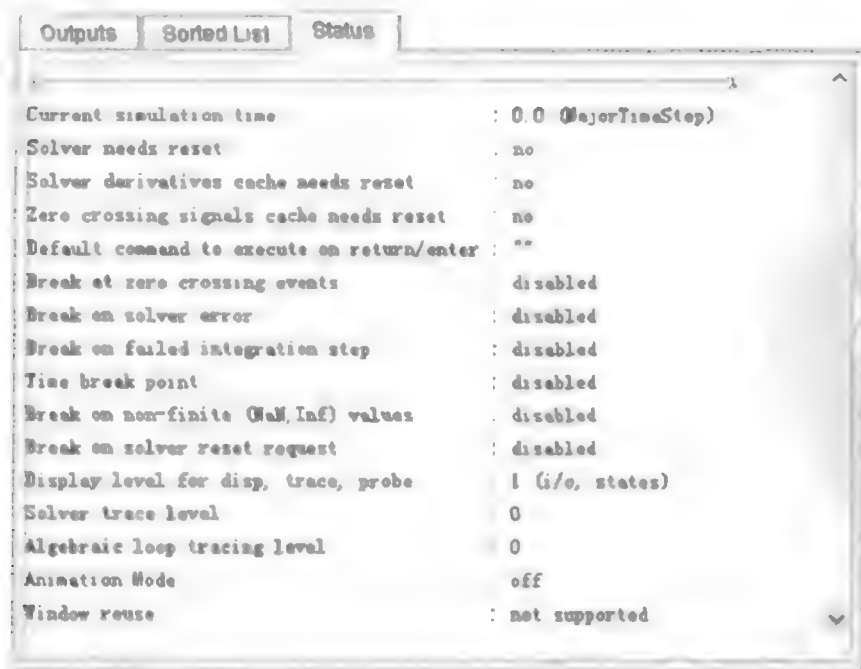

图 2.3.18 Status 选项卡
(2) 显示调试器状态。在 GUI 界面下, Status 选项卡中列出了调试器各种选项的设置情况, 例如条件断点, 如图 2.3.18 所示。